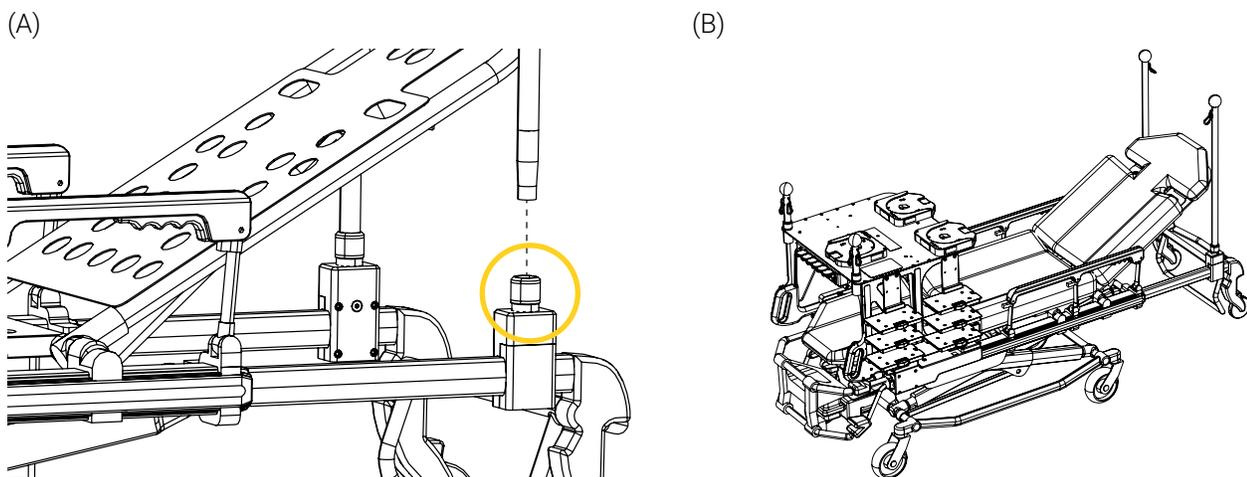

Figure 54: Installation des barres de poussée 32 po (81 cm)
6. Tourner un (1) des deux (2) collets du Bloc d'ancrage barre de poussé environ un quart de tour dans le sens antihoraire pour desserrer, puis insérer une barre de poussée dans le bloc d'ancrage (Figure 54 A).
7. Tourner le collet environ un quart de tour dans le sens horaire pour serrer et sécuriser la barre de poussée (Figure 54 B).